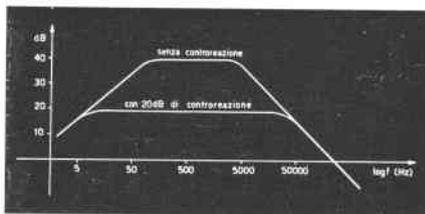

figura 6
Tornando ancora alla formula (4) non è difficile vedere come i benefici effetti della controeazione si applichino anche alla larghezza di banda dell'amplificatore che viene incrementata « grosso modo » di un fattore pari a quello di reazione. Basta scrivere infatti l'espressione di A_F in funzione della frequenza di taglio di A per verificare quanto si è detto. In figura 6 è rappresentato il guadagno in dB di un amplificatore in funzione della frequenza, con e senza controeazione.